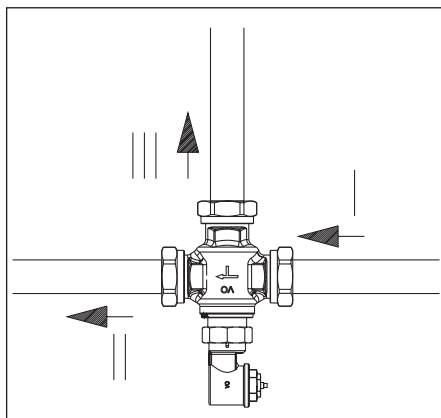

Fig. 5.4 Montage de l'adaptateur d'angle
5. Visser l'adaptateur d'angle sur le robinet inverseur «Tri-D TR» (voir fig. 5.4)